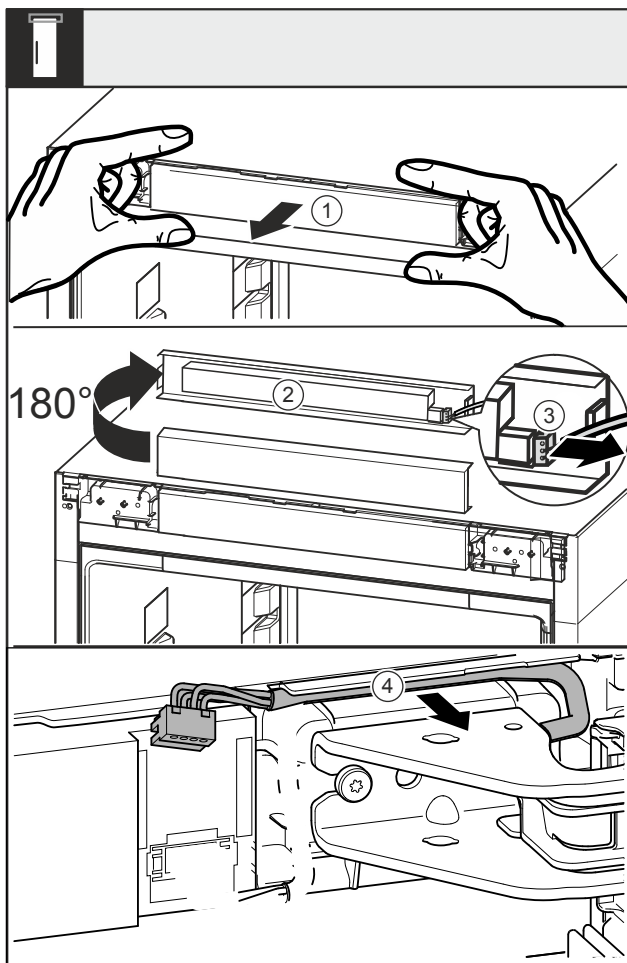

Fig. 7
- Uvolněte záslepku Fig. 7 (1) směrem dopředu.
- Záslepku Fig. 7 (2) otočte o 180° nahoru.
- Západku na zástrčce Fig. 7 (3) zatlačte dozadu a opatrně vytáhněte zástrčku.
- Kabel Fig. 7 (4) nad stojanem ložiska uvolněte z vedení.